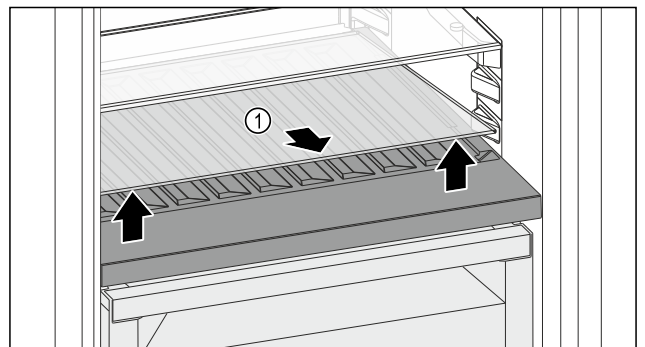

Fig. 148
- ▶ Glasplaat Fig. 148 (1) bij de uitsparing aan de voorzijde optillen en verwijderen.
- ▶ Glasplaat Fig. 148 (1) goed bewaren buiten het apparaat.
- ▶ Glasplaat (2) onder het variabele flessenrek plaatsen.